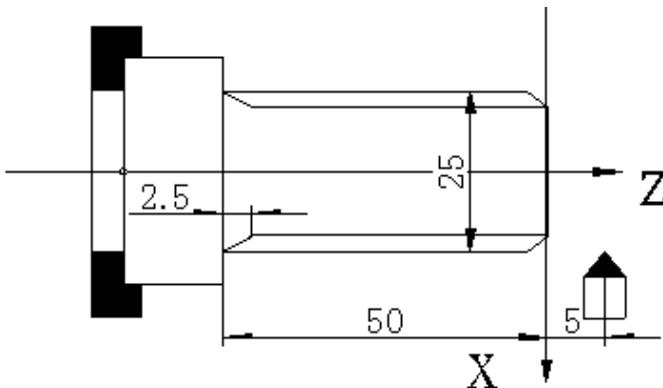

图 4-5-7 螺纹切削
5) 综合示例: 如下图 4-5-7。
例: 螺纹导程 2mm 切深 2.5mm (直径值, 分两次切入)。如图 4-5-7: